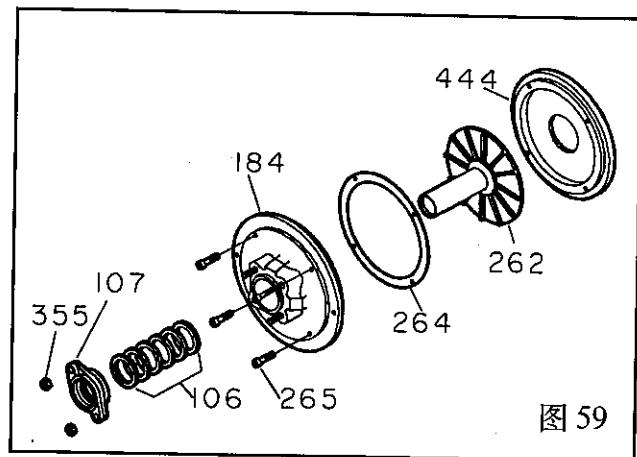

图 59
3. 拆卸内六角螺钉(265)(图59)
5. 从装有轴承 (112A, 168A) 的轴 (122) 上拆下轴承座 (134) (图 59)。
6. 取出轴承座 O 型圈 (496)。